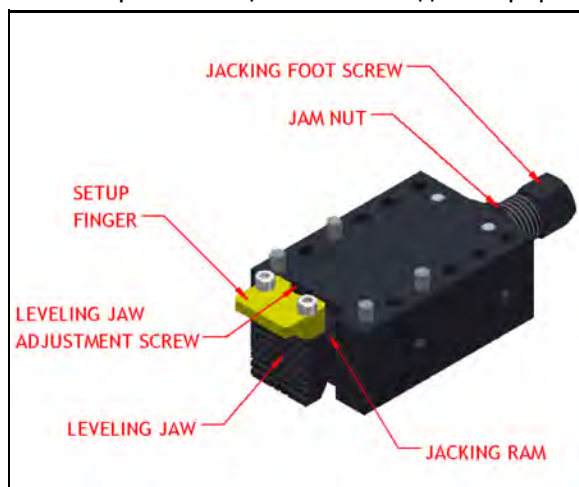

РИСУНОК 3-6. Компоненты регулируемой опоры
5. Приблизительно отрегулируйте регулируемые опоры (одна показана на Рис. 3-6.), повернув винт выдвижной опоры до размера примерно на 0,125 дюйма (3 мм) превышающего внешний диаметр фланца.